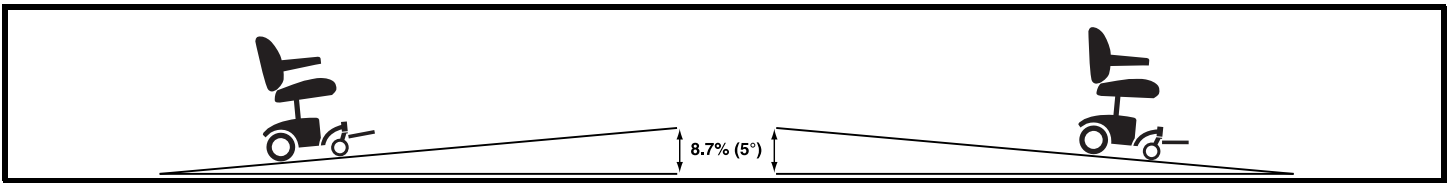

Figure 1. Montée/Descente maximale
**MISE EN GARDE!** Même si votre fauteuil motorisé possède la puissance motrice pour gravir des pentes plus abruptes que celles illustrées à la figure 1, ne tentez jamais sous aucune considération, de gravir une pente plus abrupte que celle présentée dans ce manuel sous peine de rendre votre fauteuil motorisé instable.
Pride recommande de ne pas dépasser cette inclinaison de 8.7% (5°) afin de gravir ou descendre les pentes en toute sécurité. Voir la figure 1.